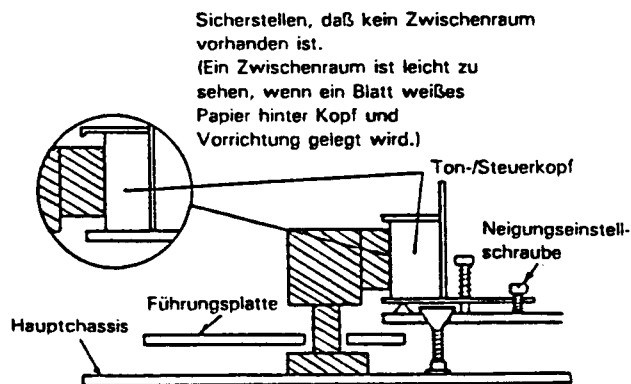

Abbildung 1-19.
2. Die Neigungseinstellschraube ② mit einem Kreuzschlitzschraubenzieher lösen.
3. Die Azimuteinstellschraube ⑤ (3P + 8S) mit einem Kreuzschlitzschraubenzieher abschrauben.
4. Die Ton-/Steuerkopfschraube ④ mit einem Kreuzschlitzschraubenzieher abschrauben, wobei auf die Feder ⑦ zwischen der Ton-/Steuerkopfschraube ④ und der Ton-/Steuerkopfeinheit ① zu achten ist.
6. Die Ton-/Steuerkopfeinheit ① so anbringen, daß sich der Arm und die Platte des Ton-/Steuerkopfes fast parallel zueinander befinden.
7. Den Ton-/Steuerkopf-Neigungswinkel gemäß Abb. 1-19 einstellen.
2. Den Neigungswinkel des Ton-/Steuerkopfes gemäß Abb. 1-19 einstellen.